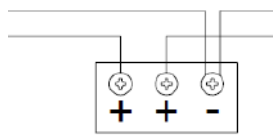
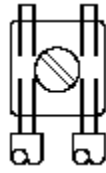

Рис.1
Рис.2
2. Все входящие и отходящие проводники в цепях с контролем целостности, должны подключаться именно так, как показано на Рис.2. Это необходимо для правильной работы схемы контроля. При изъятии оповещателя, шлейф должен механически повреждаться, поэтому разные участки кабеля должны соединяться между собой не иначе как через клеммы оповещателя. Полярность напряжения питания на Рис.1 показана для активированного оповещателя. В дежурном режиме пожарный прибор управления подает на оповещатель напряжение обратной полярности, необходимое для контроля целостности электропроводки в линии оповещения.
2. Подсоедините провода в соответствии с Рис.1 и Рис.2.